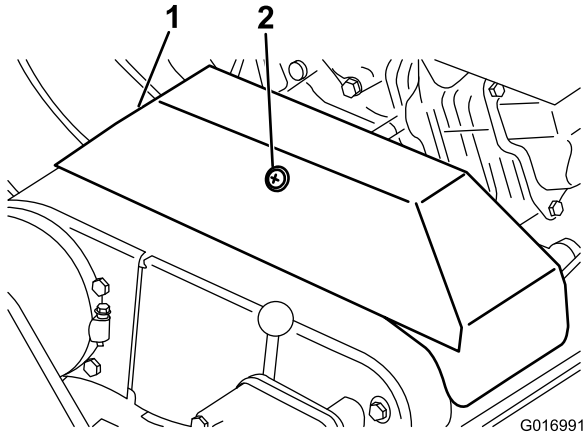

Bild 39
2. Lösen Sie den Halter, mit dem die Treibriemenabdeckung befestigt ist. Drehen Sie die Abdeckung, um sie zu öffnen (Bild 39).